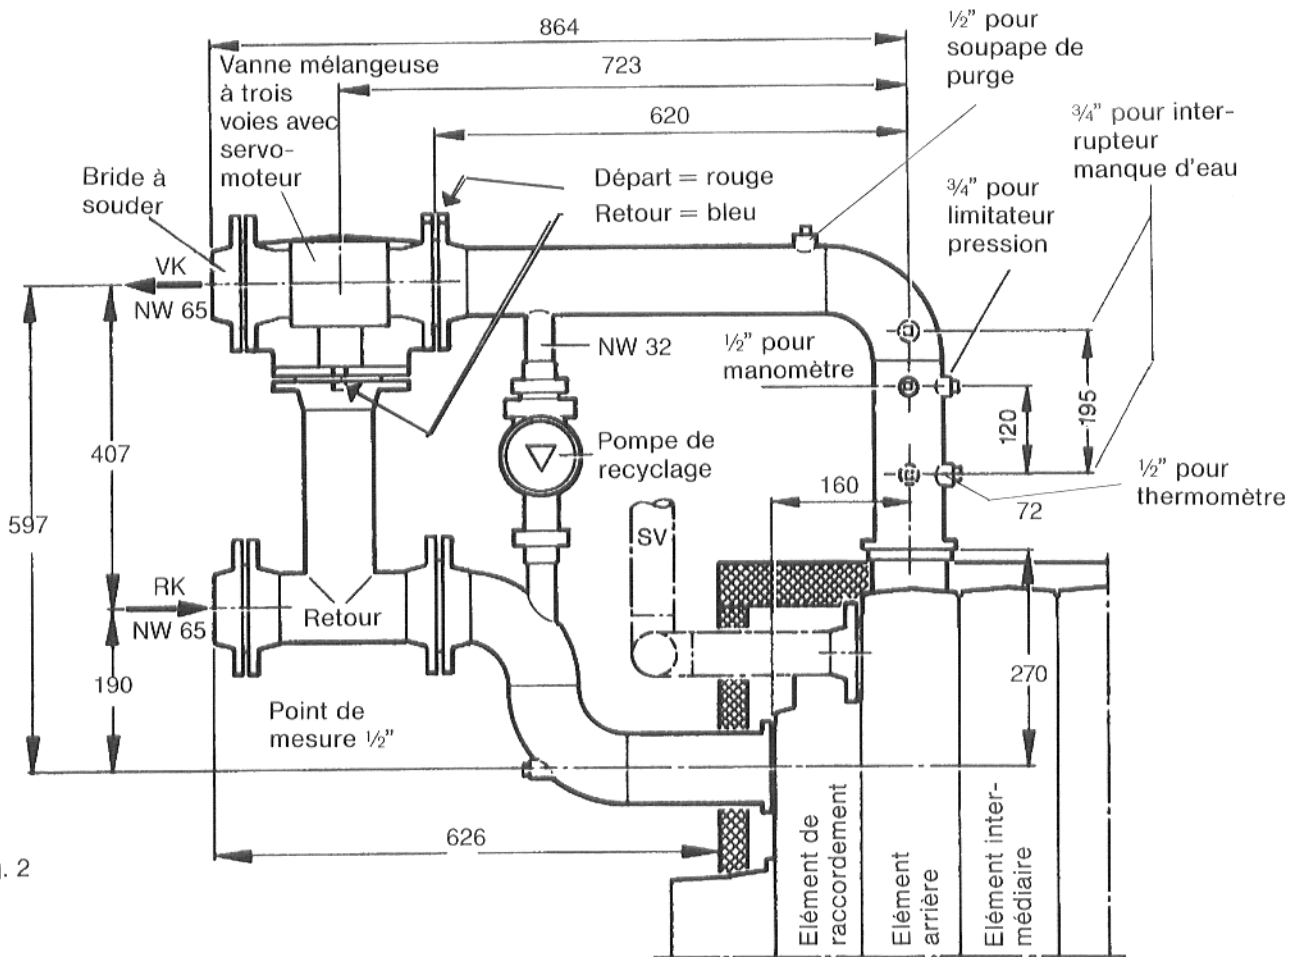

Fig. 2
2. Brider le retour pour le raccordement vanne mélangeuse de façon lâche au raccordement retour du groupe pompe de recyclage sans vanne mélangeuse (Fig. 2).